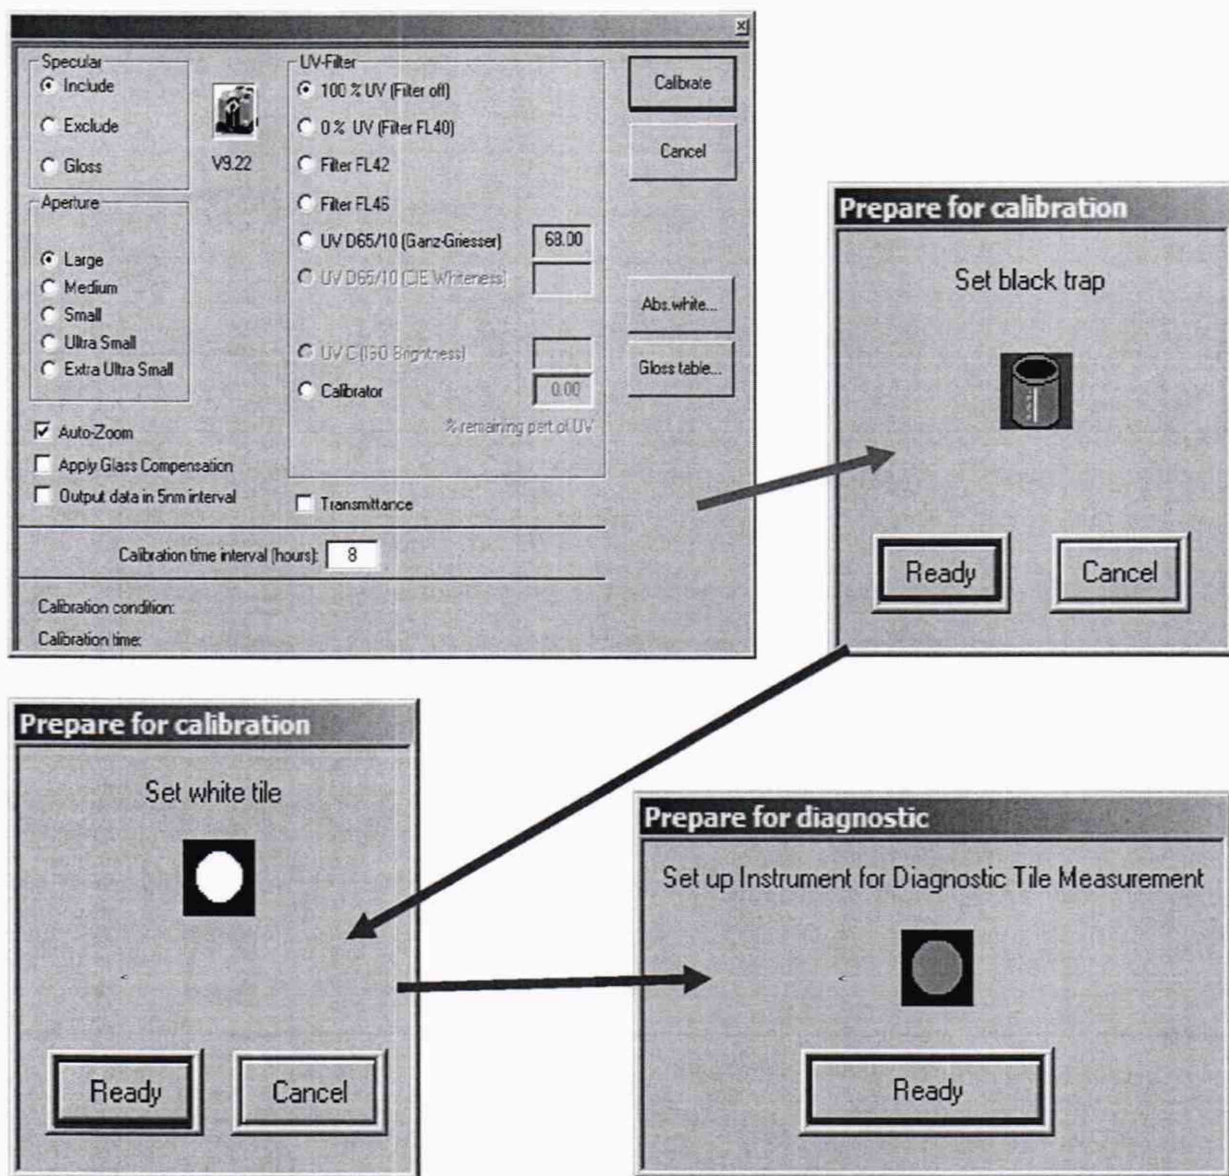

Рисунок 5
8.3.3 Откроется экран калибровки (см. рисунок 5). Установите апертуру (начать с самой маленькой 3 мм (при первичной проверке, при периодических проверках устанавливаются апертуры 9 и 30 мм)). Программа автоматически выберет настройки. Нажать кнопку «Calibrate».
8.3.6 После этого программа запросит «зеленый контрольный образец» («set up instrument for Diagnostic Tile Measurement»). Установить «зеленый контрольный образец», входящий в комплектацию спектрофотометра. Нажать на кнопку «Ready» (см. рисунок 5).